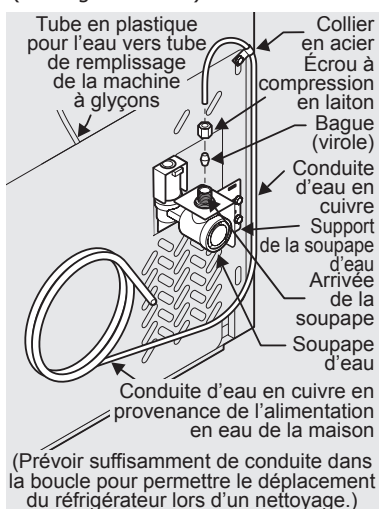

Figure 1
- 2 Mettez les capuchons d'extrémité de la poignée du congélateur sur les boulons à épaulement supérieurs et inférieurs préinstallés (A) qui sont fixés dans la porte, en vous assurant que les trous des vis de réglage sont vis-à-vis de la porte du réfrigérateur. (Reportez-vous à la figure 1.)
- 3 Tout en maintenant fermement la poignée contre la porte, fixez les vis de réglage Allen supérieures et inférieures (B) au moyen d'une clé hexagonale. (Reportez-vous à la figure 1.)
que possible (6,4 mm / ¼ po). Glissez la bague d'extrémité (manchon) dans l'entrée du robinet et serrez l'écrou de compression à la main dans le robinet. Serrez d'un autre demi tour avec une clé; NE PAS serrer trop fort. Voir Figure 1.